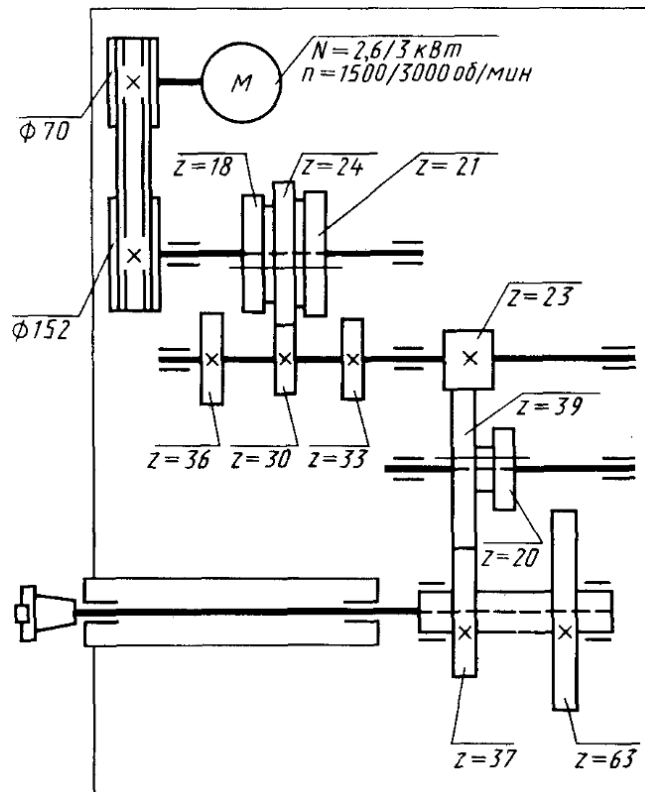

Рис. 9
15. Напишите уравнение кинематического баланса для максимальной частоты вращения шпинделя (рисунок 9)